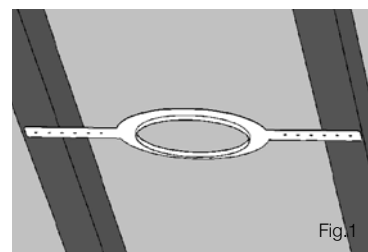

Fig.1
1. Abra la tapa de cableado de la parte trasera del altavoz para acceder a la toma y entrada eurobloque. (Fig.1)